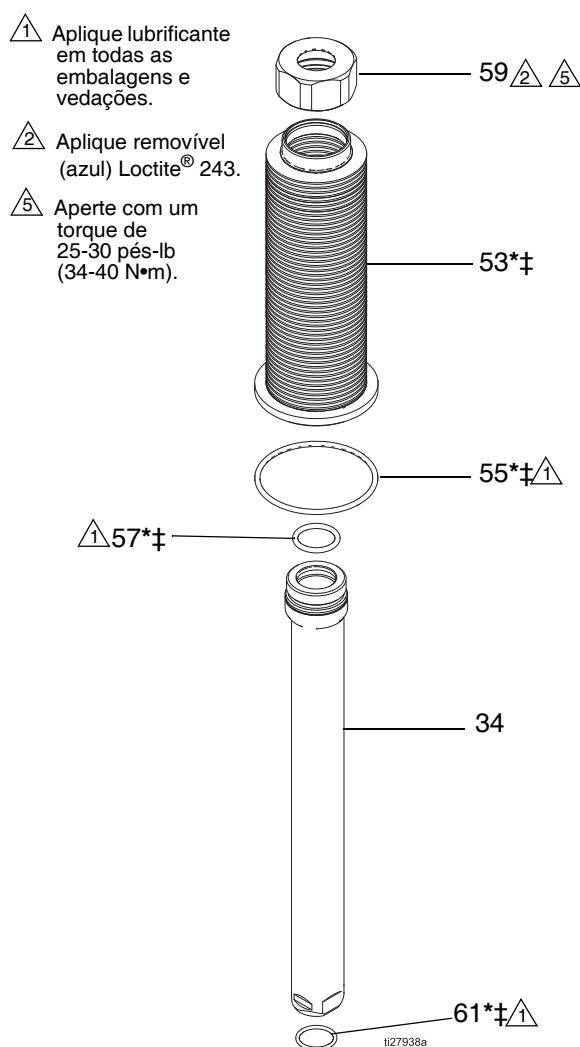

FIG. 4. Desmontagem ou montagem dos foles
- Retire o o-ring dos foles (55).
- Retire o conjunto do fole da câmara de foles (45).
**OBSERVAÇÃO:** O conjunto de foles inclui a porca do fole (59), os foles (53), os o-rings (57 e 61), e a manga de foles (34). Para desmontar, consulte as instruções na página 8 e a FIG. 4 na página 9.
- Retire os quatro parafusos de cabeça (40) ao redor da base da câmara de foles (45). Levante a câmara de foles na vertical para fora do compartimento de saída de fluido (16). Tenha cuidado para não danificar a haste do pistão (17).
Consulte a FIG. 4, página 9.
7. Retire o o-ring dos foles (55). Consulte a FIG. 4, página 9.
8. Retire o conjunto do fole da câmara de foles (45). Remova o o-ring (57).
9. Se o fole falhar, remova também a válvula de respiro (26) da placa superior. Limpe o caminho do fluido de qualquer obstrução de tinta.